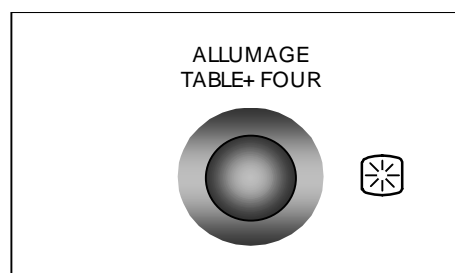

fig. 2
3. En même temps, appuyez sur le bouton d'allumage électronique (fig. 2) pour obtenir des étincelles. Maintenez le bouton enfoncé (max. 5 secondes) jusqu'à l'apparition de la flamme (une étincelle se produit environ toutes les secondes).